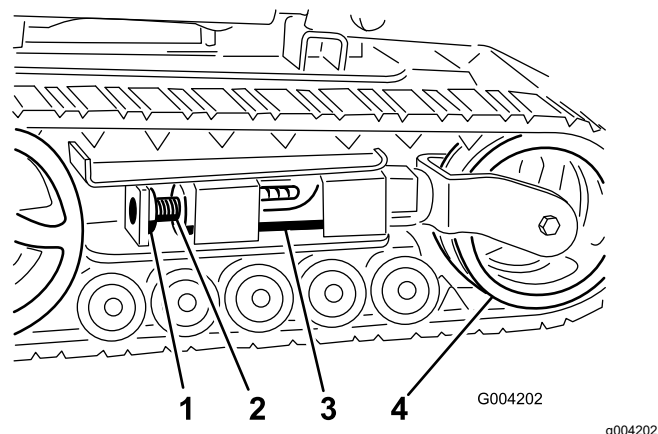

Figure 47
4. Enlevez le boulon et l'écrou de blocage (Figure 47).
6. Alignez l'encoche la plus proche dans la vis de tension avec le trou du boulon de blocage, et fixez la vis avec le boulon et l'écrou de blocage (Figure 47).
5. À l'aide d'une clé à cliquet de ½ pouce, tournez la vis de tension dans le sens horaire pour détendre la transmission (Figure 47 et Figure 48).
5. À l'aide d'une clé à cliquet de 1/2 pouce, tournez la vis de tension dans le sens horaire pour détendre la transmission (Figure 47 et Figure 49).